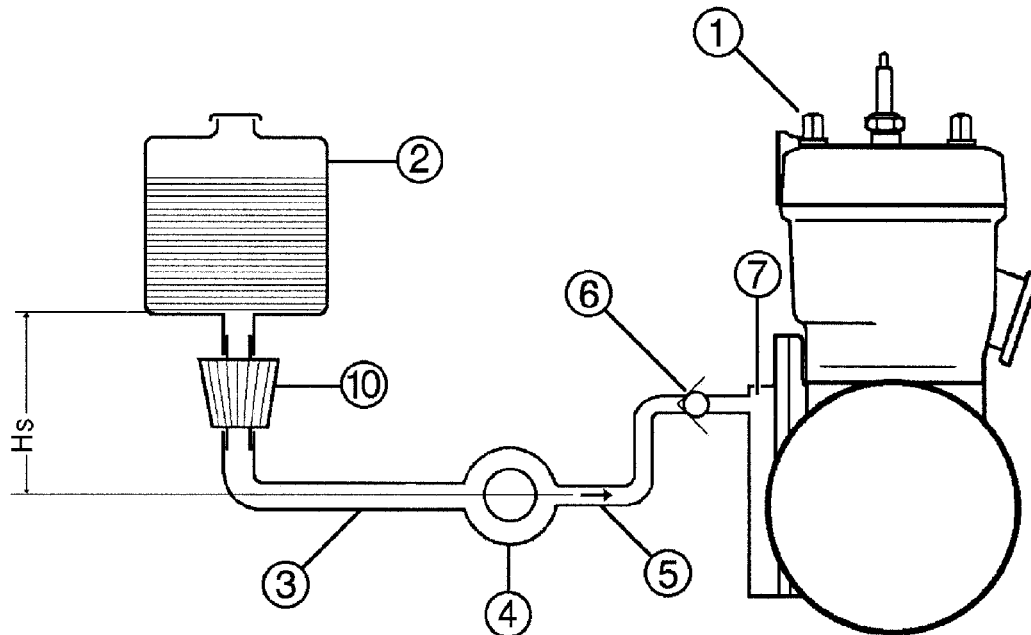

Bild 10
- 2) Der Auslaßanschluß des Öltanks darf selbst bei größtmöglichem Anstellwinkel des Fluggerätes nicht niedriger als der Ölpumpeneinlaßnippel liegen. (d.h. HS muß ≥ 0 sein, sh. Bild 10)